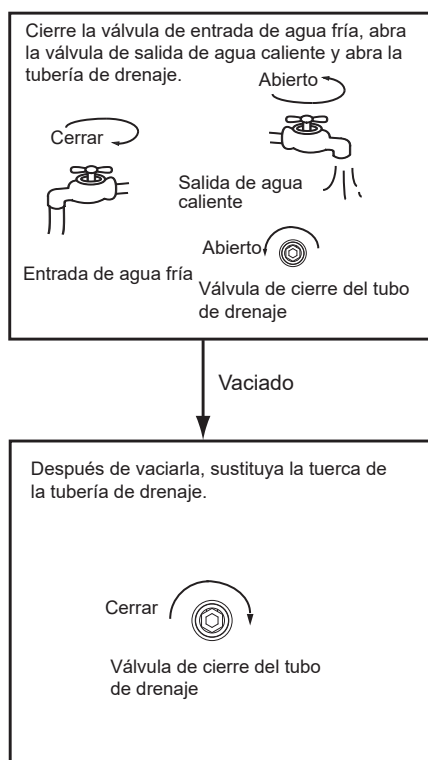

Fig. 4-2
- Vaciado: si es necesario limpiar la unidad, trasladarla, etc., debe vaciarse el depósito. Método: Véase la Fig. 4-2: